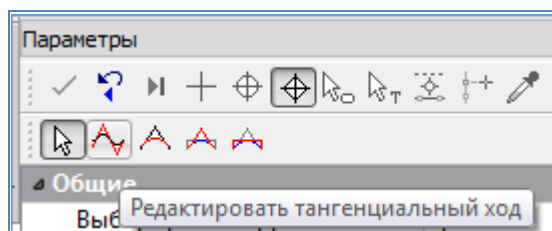

Рис.20. Вид команды Редактировать тангенциальный ход
**Редактировать тангенциальный ход** – позволяет изменять местоположение вершины угла, создавать новую вершину угла, а так же перемещать тангенциальный ход между смежными ВУ. Вид команды приведен на рис.20.